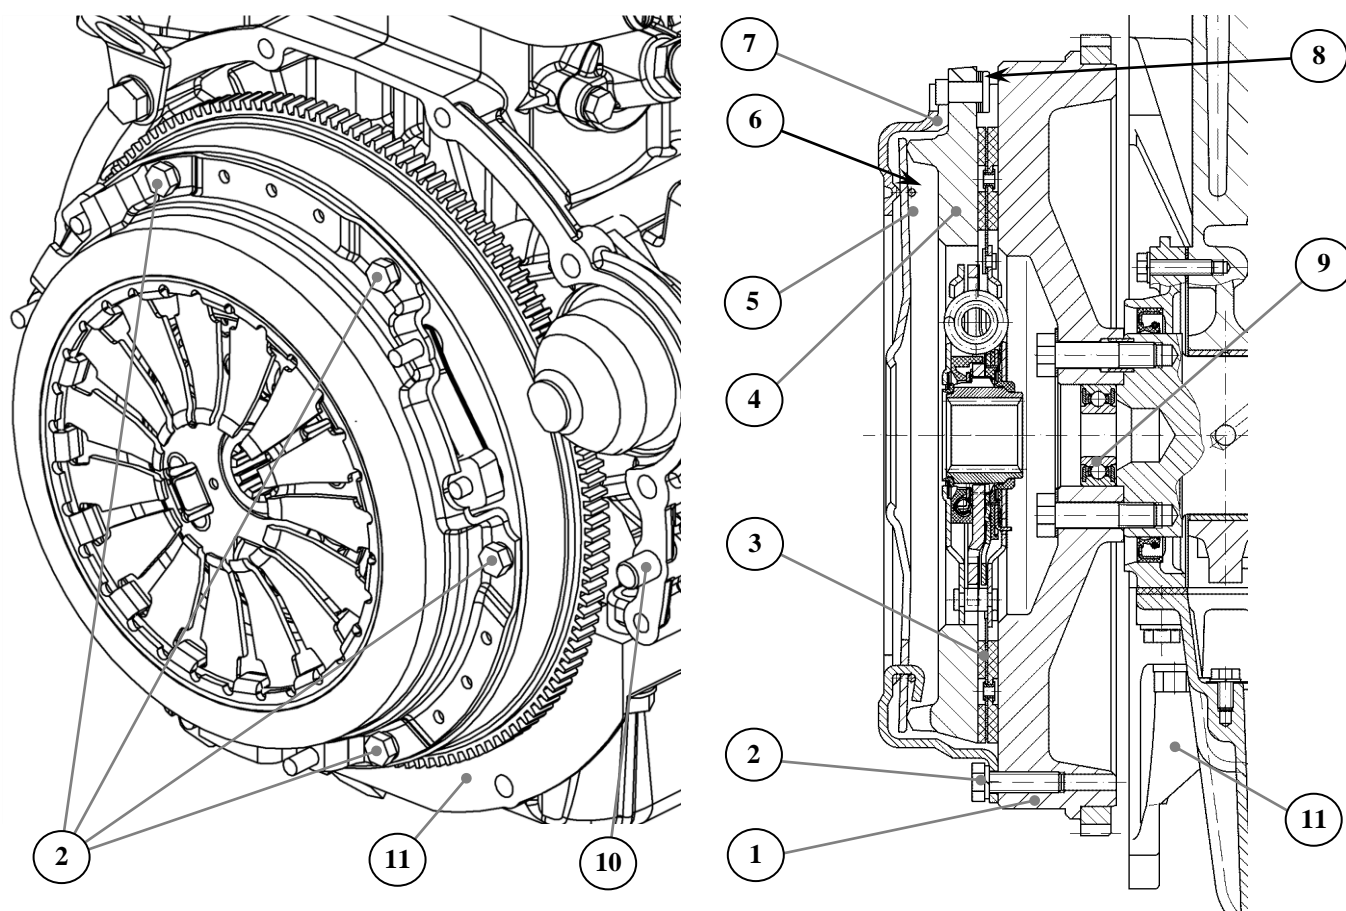

Рис.84. Сцепление в сборе:
**Сцепление** (рис.84) - сухое, однодисковое, с диафрагменной нажимной пружиной, состоит из нажимного и ведомого дисков.
Кожух 7 (рис.84) закреплен на маховике 1 шестью специальными центрирующими болтами 2. Усилие нажимной диафрагменной пружины 5 создает силу трения между поверхностями маховика, нажимного диска и зажатых между ними фрикционных накладок ведомого диска, необходимую, для передачи крутящего момента дви-